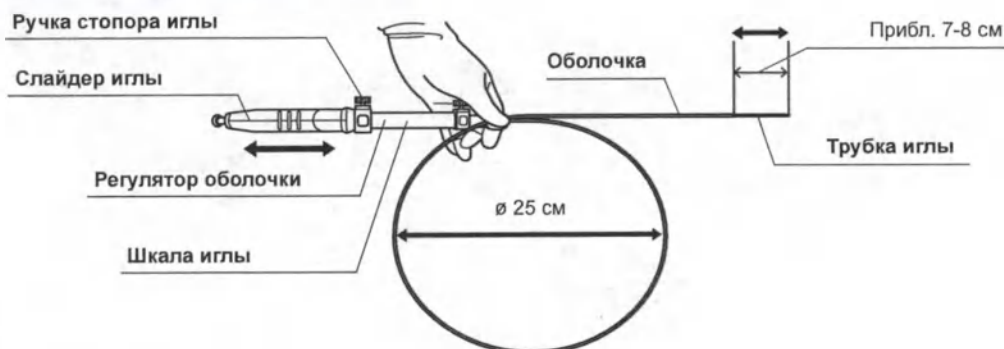

Рисунок 3
- 1 Держите рукоятку, как показано на рис. 3, и сформируйте петлю из вводимой части диаметром приблизительно 25 см.